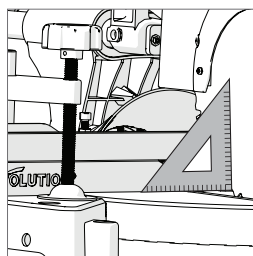

Fig. 13
- Posizionare la squadra graduata sul tavolo, facendo in modo che l'estremità corta poggi sul tavolo e l'altra estremità sulla lama di taglio (non sulle punte TCT). (Fig. 13)